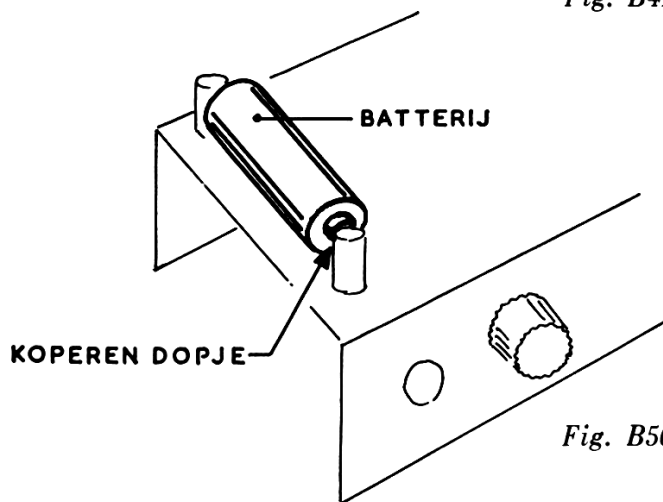

Fig. B50
37. Draai de knop van de potentiometer (links) geheel linksom, tot je een klik hoort. Breng daarna de **batterij** aan. Denk er aan dat het **koperen dopje** naar de **voorzijde** moet wijzen (naar de zijde van de knoppen dus). Zie fig. B50. Ook hier kan verkeerde plaatsing zeer schadelijk zijn voor de transistors.